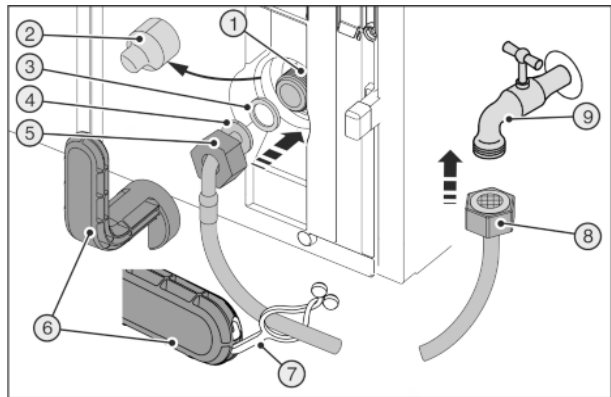
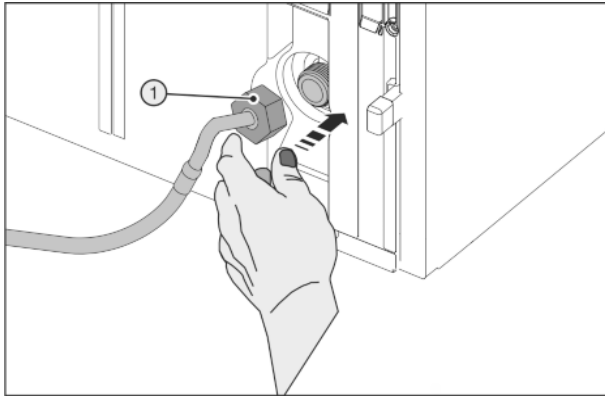

Fig. 45
Fig. 46
Törött segédszerszám Fig. 45 (6)!
- ▶ Kizárólag szobahőmérsékleten használja a segédszerszámot Fig. 45 (6).
- ▶ Húzza le a burkolatot Fig. 45 (2).
- ▶ Egyszerűsített szerelés: Fektesse a tömlő egyenes végét Fig. 45 (8) bal felé a padlóra.
- ▶ Tolja fel teljesen az anyát Fig. 45 (5) a meghajlított tömlővéghöz Fig. 45 (4), és tartsa meg.
- ▶ Nedvesítse meg a tömítést Fig. 45 (3), és nyomja be az anyába Fig. 45 (5).
- ▷ A tömítés Fig. 45 (3) besimul, és a helyén marad.
► Óvatosan tegye fel az anyát Fig. 46 (1), és két ujjal, egyenesen tartva csavarja fel a menetre, míg biztosan ül a helyén.
► Húzza meg az anyát Fig. 46 (1) a segédszerszámmal Fig. 45 (6) az óramutató járásával megegyező irányban, míg el nem éri a maximális nyomatékot, és a segédszerszám Fig. 45 (6) leforog.
► Csavarja fel az anyát Fig. 45 (8) az elzáró szelepre Fig. 45 (9).
► Húzza meg az anyát Fig. 45 (8) a segédszerszámmal Fig. 45 (6) az óramutató járásával megegyező irányban, míg el nem éri a maximális nyomatékot, és a segédszerszám Fig. 45 (6) leforog.
► Nyissa ki a vízellátás elzáró csapját Fig. 45 (9), és ellenőrizze a teljes vízrendszer tömítettségét.
► Akassza be a fület Fig. 45 (7) a segédszerszámba Fig. 45 (6), és tárolás céljából rögzítse a rozsdamentes acél-tömlőn.